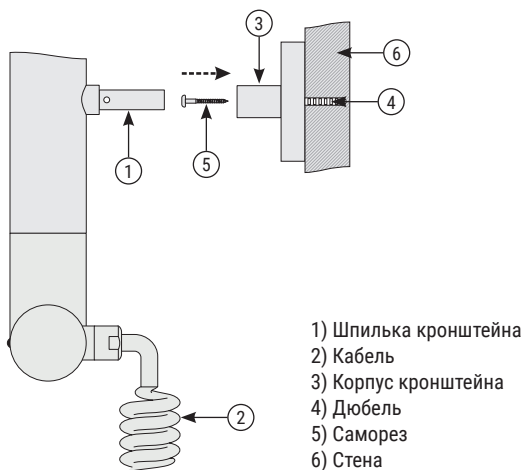

Рис.1
- 4.4. Монтаж РЭБ к стене осуществляется телескопическими кронштейнами, что позволяет регулировать расстояние от стены до изделия (рис. 1).